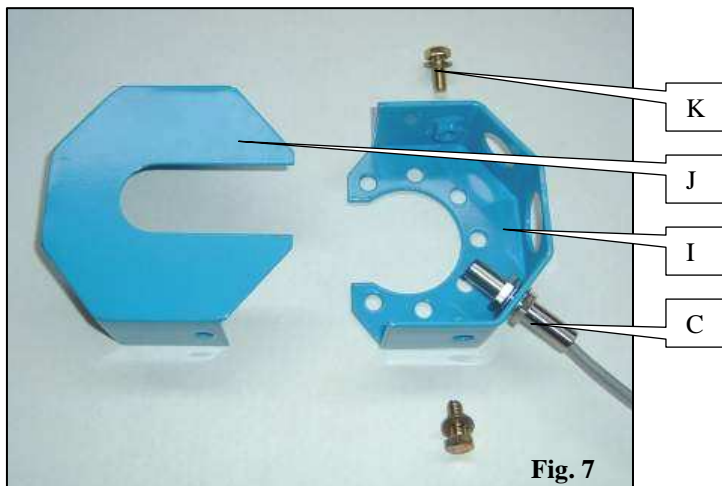

Fig. 7
Sur NX, positionner le capteur C sur son support I (fig. 7) et fixer le couvercle de boîte J à l'aide des 2 vis K.
- **On NX seeders**, position sensor C on its mounting I (fig. 7) and mount unit cover J using the 2 screws K.
Bei NX-Sämaschinen: Positionieren Sie den Sensor C auf seiner Halterung I (Abb. 7) und befestigen Sie mit Hilfe der beiden Schrauben K den Gehäusedeckel J.
- **Op de NX** plaatst u de sensor C op de steun I (fig. 7) en bevestigt het deksel van kast J met behulp van 2 schroeven K.
En NX, situar el captador C en su soporte I (fig. 7) y fijar la tapa de la caja J con los dos tornillos K.
Nel modello NX, posizionare il sensore C sul suo supporto I (fig. 7) e fissare il coperchio della scatola J con le 2 viti K.